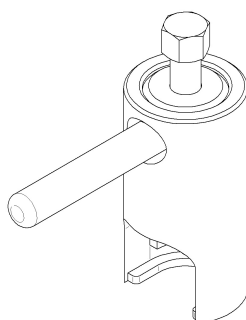

Рис. 13. Съемник для крыльчатки
- снять крыльчатку при помощи специального съемника (см. рис. 13);
Съемник для крыльчатки (рис. 13) поставляется по специальному заказу.